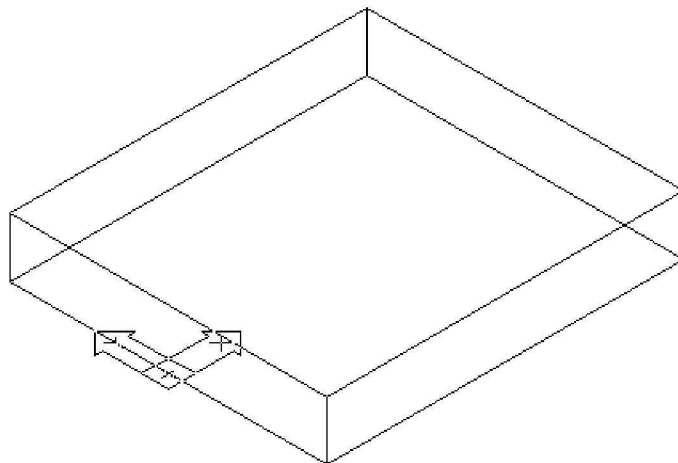

Рис.1
*координат ПСК*, указав привязку к *середине*  стороны. Щелкнуть левой клавишей мыши по нижнему основанию параллелепипеда и перенести ПСК как на рисунке (рис. 1).